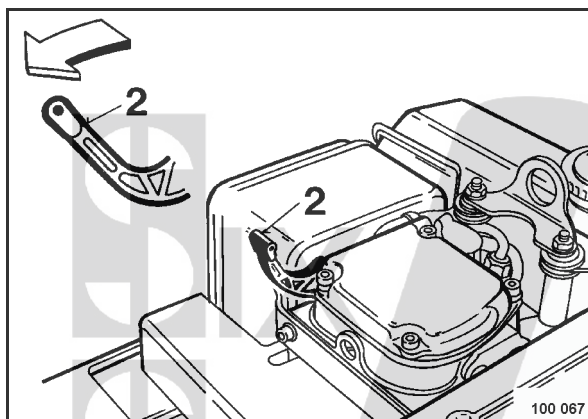

fig. 16
- Tirer le levier de décompression (2) (fig. 16) jusqu'en butée dans le sens de la flèche.
En cas d'une erreur d'utilisation et d'une procédure de démarrage répétée, remettre absolument le levier de décompression sur sa position initiale (fig. 16).